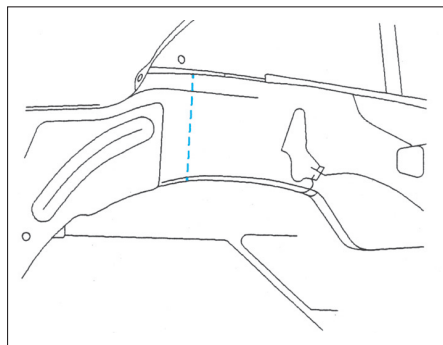

FIG. 36
- Souder par points bouchons au MAG ou MIG (Fig.36).